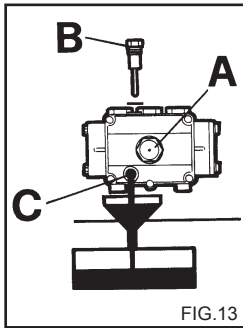

FIG.13
Необходимо производить регулярную проверку уровня масла в насосе высокого давления при помощи смотрового окошка (Рис.13А) или щупа (рис.13В). Норма соответствует середине смотрового окна. Запрещено использовать моечную установку с уровнем масла ниже нормы.
1. Откройте крышку на заливной горловине (рис.13А).